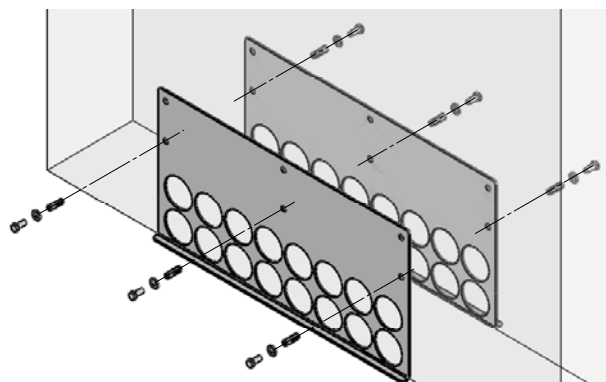

Fig. 9 Fissaggio del passante tubo
- 4.) Fissare ogni passante tubo con 3 viti a testa esagonale M8x25 e rondelle ad U - fig. 9.